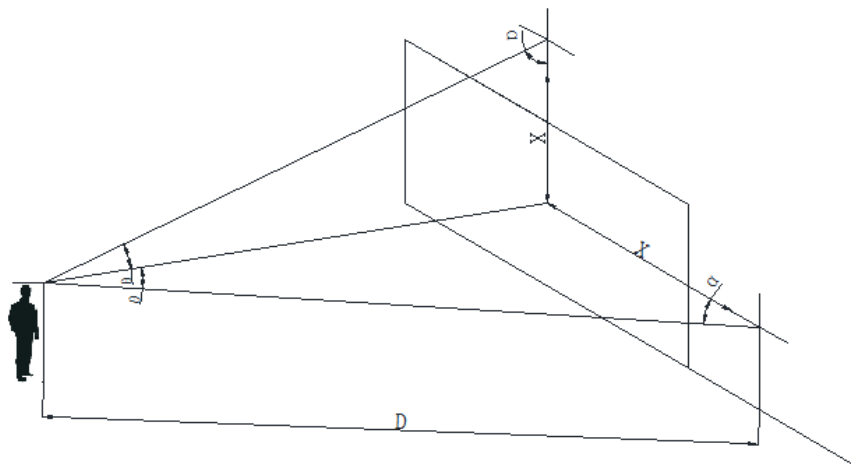

图1
5.2.1 施工现场安全标志，应使观察者在移动中的较多时间的观察角 α 接近 90° ，并且观察者在最大距离的时候， α 不小于 75° ，如图 1 所示。
5.2.2 安全标志的偏移距离 X 应尽量缩小，对于最大观察距离 D 的观察者，偏移角 θ 一般不宜小于 5° ，最大不应大于 15° ，如果受条件限制，无法满足该要求，应适当加大安全标志的尺寸以满足醒目度的要求，如图 1 所示。